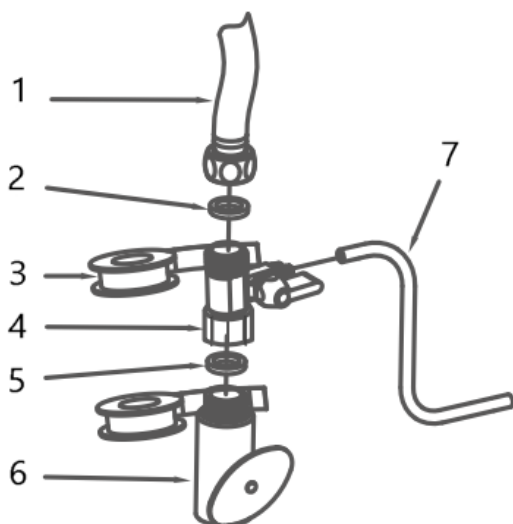

Fig.1
3. Sluit de richtklep aan op de watertoevoerkraan en de slang (Fig. 1).